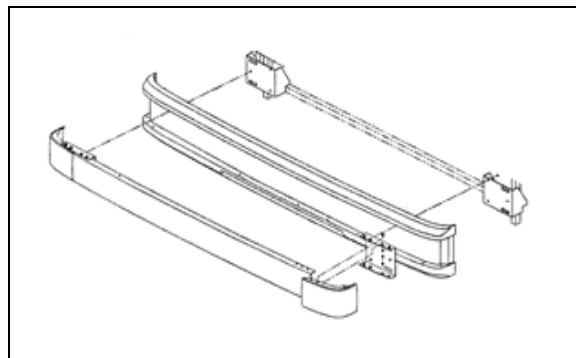

FIGURE 109: PARE-CHOC ARRIÈRE
la porte et la patte de fixation des ressorts à gaz à la structure du véhicule (Figure 109).
2. Pour ajuster la position LATÉRALE de la porte, desserrer les boulons (trois de chaque côté) qui fixent le bras de support de la porte et la patte de fixation des ressorts à gaz à la porte (Figure 109).
3. Pour ajuster la position de la porte vers l'avant ou l'arrière, visser ou dévisser les butées en caoutchouc de chaque côté de l'ouverture de la porte (Figure 109).